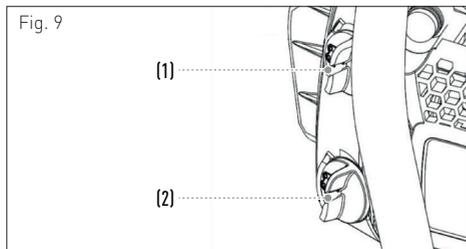

Fig. 9
(1) Desaperte o tampão do depósito de combustível e coloque combustível até 80% da capacidade do depósito. Para finalizar a ação, aperte o tampão e verifique se foi derramado combustível durante o abastecimento, em caso de derrame, limpe com um pano seco, (Fig. 9).
(2) Desaperte o tampão do depósito de óleo de lubrificação da corrente e coloque óleo até 80% da capacidade do depósito. Para finalizar a ação, aperte o tampão e verifique se foi derramado óleo durante o abastecimento, em caso de derrame, limpe com um pano seco, (Fig. 9).